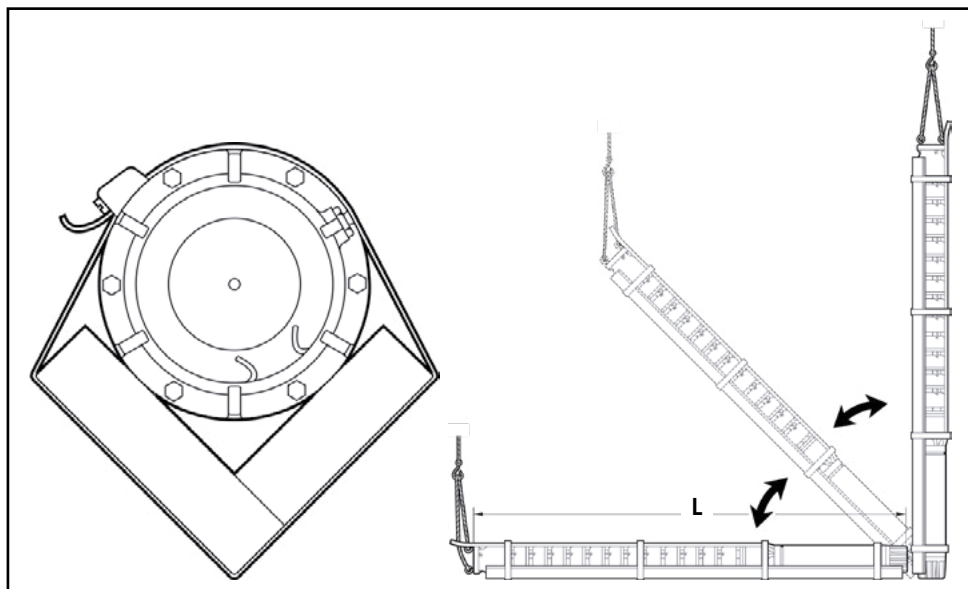

Figura 10: Içamento da motobomba.
- Para o posicionamento horizontal ou novo içamento da motobomba, caso a montagem do conjunto exceda o comprimento (L) de 4 metros, faça uso de um suporte auxiliar para prevenir possíveis danos, os quais podem ser causados por tensão ou flexão (figura 10).
Introduza a motobomba dentro do poço tomando cuidado para não danificar os cabos elétricos ou o cabo do eletrodo de nível (figura 10).
A cada 2 a 4 metros prenda os cabos elétricos na tubulação usando uma braçadeira adequada e à prova d'água sem, no entanto, pressioná-los demais para evitar danos à capa de isolamento dos fios (figura 10, item nº 10).